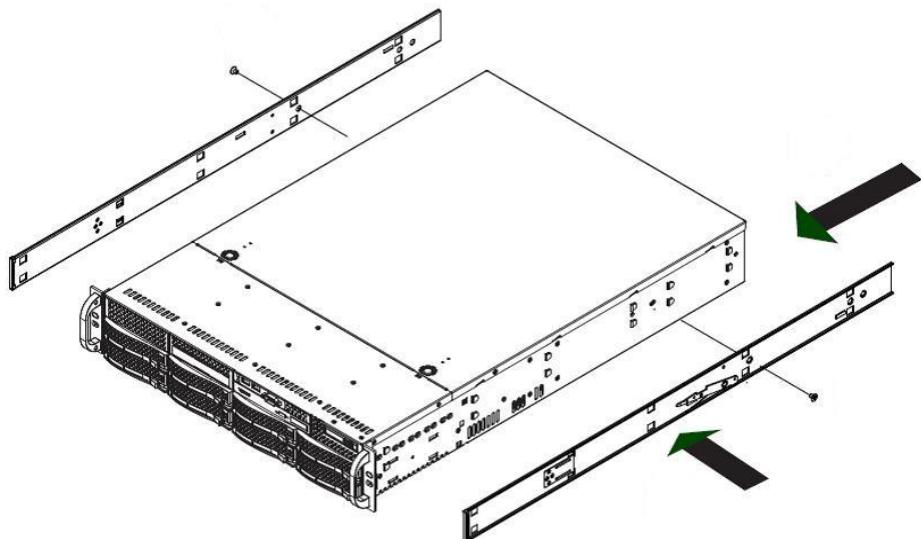

Рисунок 30 – Установка внутренних направляющих
- установка внутренних направляющих (см. Рисунок 30):